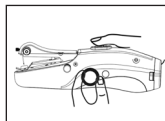
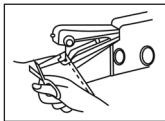

Abb. 1
Abb. 5
- Stellen Sie sicher, dass das Gerät ausgeschaltet ist (siehe Bild A; der Schalter sollte dafür am Gerät nach hinten geschoben sein). Bringen Sie den Nadelarm mithilfe des Stellrads in die oberste Stellung. **Hinweis:** Das Stellrad lässt sich in beide Richtungen drehen (siehe Abb. 1).
- 6] Am Ende der Naht bringen Sie die Nadel mithilfe des Stellrads (siehe Abb. 1) in die oberste Stellung und ziehen Sie den Faden ca. 7,5 cm heraus. Dies geht am einfachsten mit dem Stiel eines Nahtrenners oder mit dem stumpfen Teil einer Schere (siehe Abb. 5).